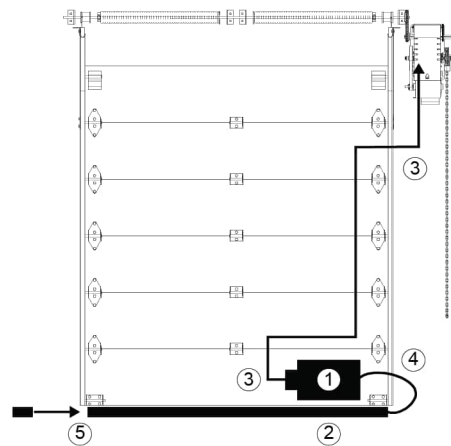

Figura 19 - Borde de detección
1. Colocar el interruptor de aire en posición, consultar la Figura 19.
1. Colocar la caja de conexiones en posición, consultar la Figura 19.